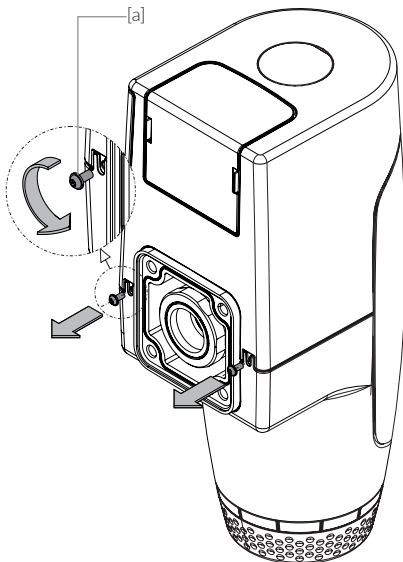

Abb. 8.10
- / Abb. 8.10: Die beiden Schrauben [a] auf der Gehäuse-Rückseite lösen und herauschrauben